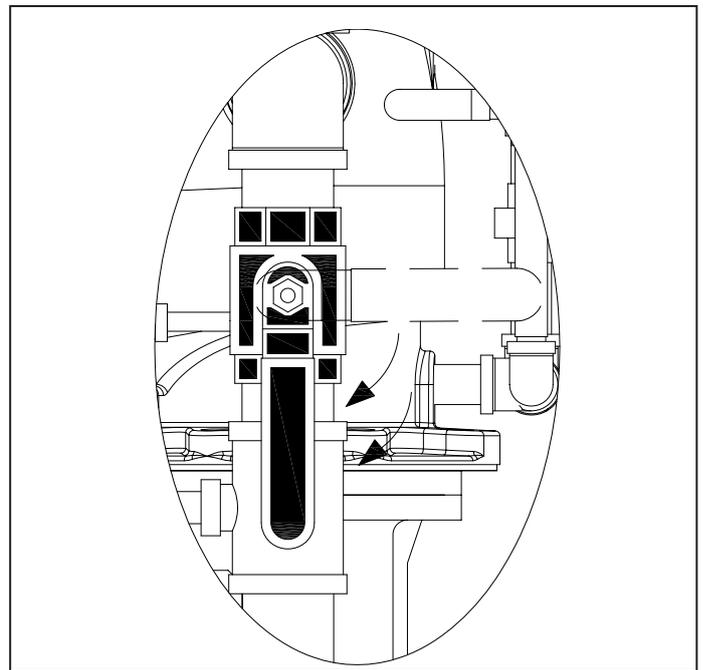

Figura 46
3. Abrir el drenaje principal (Figura 46). En caso necesario, abrir la llave de prueba del sistema hasta drenarlo completamente.